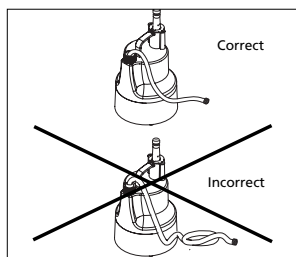

Figure 4
- Pour le meilleur rendement, dérouler le tuyau avant de démarrer la pompe. Enlever les plissements dans le tuyau afin de permettre le pompage du modèle sans restrictions (Voir Figure 4).